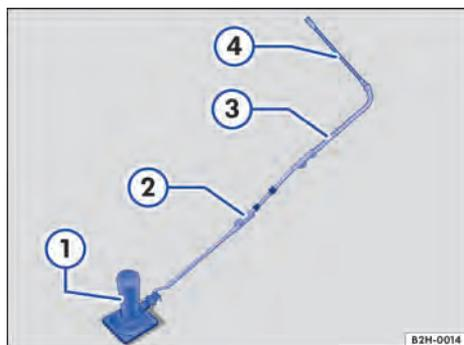

Fig. 208 Gato con prolongación.
1. Despliegue la palanca de prolongación → fig. 208 ② de las herramientas de a bordo.
2. Enganche la palanca de prolongación en el gato → fig. 208 ①.
3. Acople la llave de vaso → fig. 208 ③ a la palanca de prolongación.
4. Encaje la llave de rueda → fig. 208 ④ en la llave de vaso.